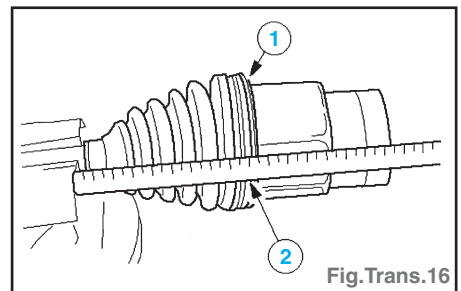

Fig. Trans. 16
- Fixer le boîtier de joint homocinétique intérieur sur l'arbre de roue (Fig. Trans. 16).